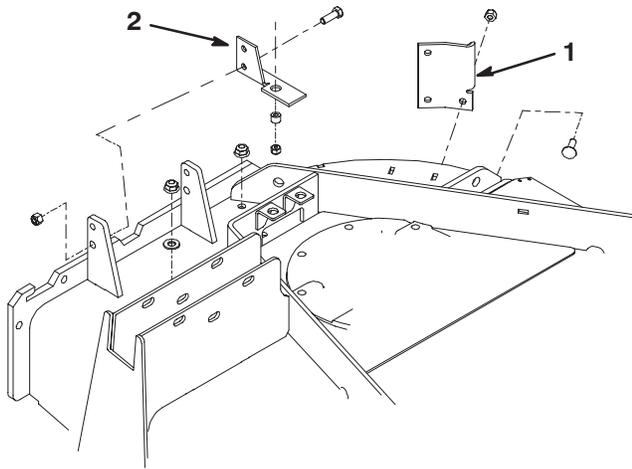

Figura 14
20. Montate la staffa d'attacco sull'angolo posteriore destro dell'apparato di taglio con tre bulloni a testa tonda (5/16 x 1 poll.) e i dadi di bloccaggio (5/16). Collocate la staffa come illustrato nella figura 14. La testa dei bulloni deve essere posizionata all'interno dell'apparato di taglio.
21. Fissate la staffa di fissaggio del copricinghia all'interno della staffa orientabile del deflettore di scarico anteriore, utilizzando due viti a testa cilindrica (5/16 x 1 poll.) e i dadi di bloccaggio (5/16). Posizionate la staffa come riportato nella figura 14. La testa dei bulloni deve essere posizionata all'interno dell'apparato di taglio.